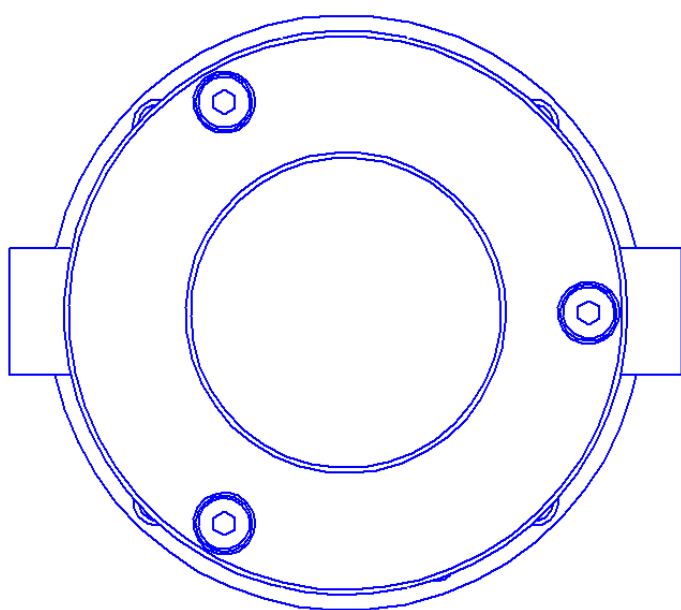

Рис. 2 – ККВ-А-П
- разметить место крепления коробки к рабочей поверхности, рис. 2 – 5;